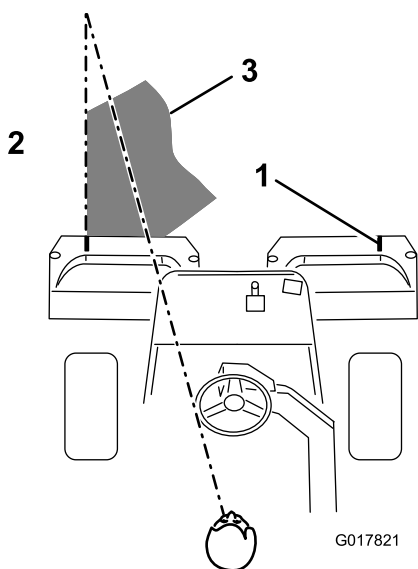

Bild 38
3. Wenn Sie zurückfahren, sollte der neue Mähgang den ersten ein klein wenig überlappen. Damit Sie in einer möglichst geraden Linie über die Grünfläche fahren können und einen gleichmäßigen Abstand zum zuvor gemähten Rasenstück einhalten können, sollten Sie sich eine imaginäre Sichtlinie ungefähr 1,8 bis 3 m vor der Maschine bis zum Rand des noch ungemähten Teils der Grünfläche vorstellen (Bild 38). Manche Leute finden es auch hilfreich, die äußere Kante des Lenkrads
in die Sichtlinie mit einzubeziehen, d.h. sie halten das Lenkrad in einer Linie mit einem Punkt, der immer im gleichen Abstand von der Vorderseite der Maschine bleibt (Bild 38).